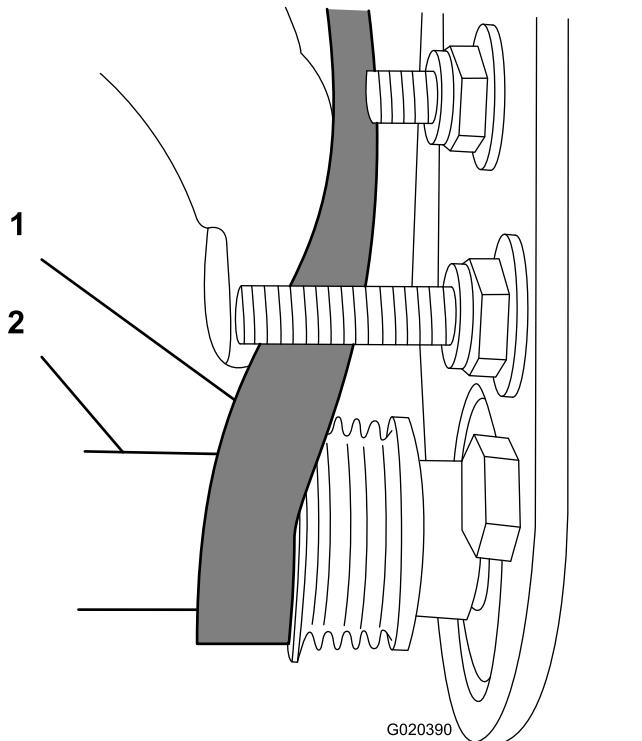

Bild 15
- Verlegen Sie den Riemen von der **Antriebsriemenscheibe** ausgehend (Bild 15).
- Drehen Sie die Bürste mit einem Sechskantschlüssel (9/16") und verlegen Sie den Riemen auf der Antriebsriemenscheibe (Bild 15).